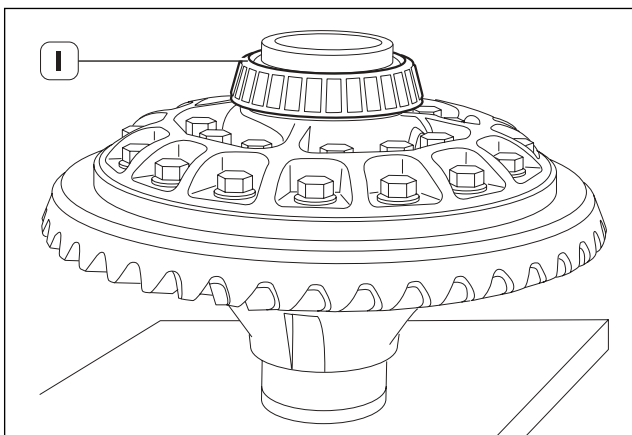
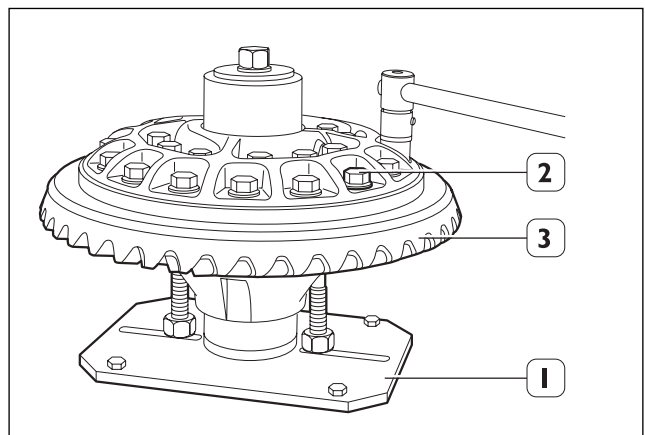

Fig. 18
Fig. 19
2. Dar la vuelta a la caja del tren de engranajes y extraer el rodamiento (1) - (Fig.18).
3. Colocar y bloquear la caja del diferencial sobre un útil (1) que bloquee la rotación.
4. Desenroscar los tornillos (2) autobloqueantes de fijación de la corona cónica (3) a la caja embreada.
5. Extraer la corona cónica mediante un botador de bronce o prensa. (Fig. 19)